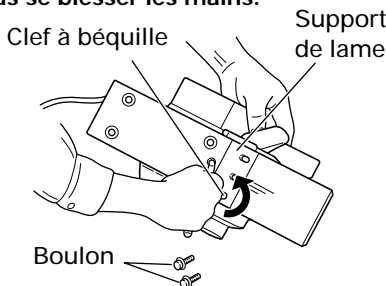

Fig. 6
- (1) Comme indiqué à la Fig. 6, utiliser la clé à douille fournie en accessoire pour retirer les trois boulons de fixation de la lame, puis retirer le support de lame.